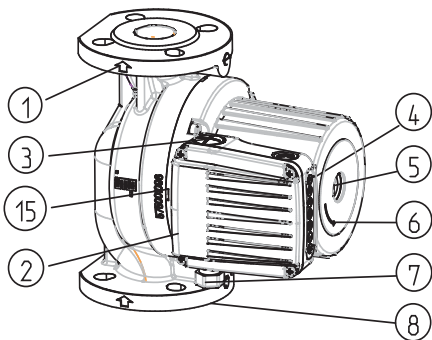
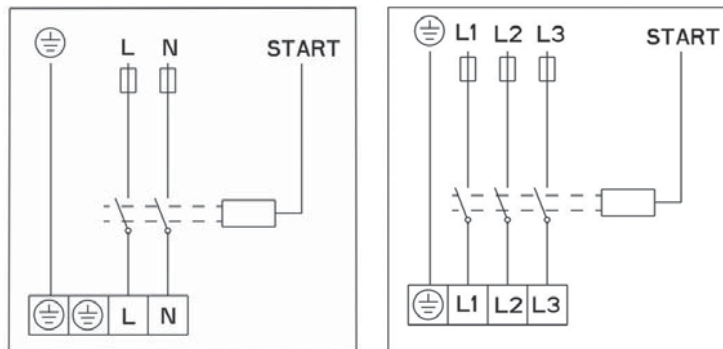

рис.2
рис. 4
- направление потока воды через насос должно соответствовать направлению стрелки на корпусе насоса (рис. 2- ПОЗ.1);
- необходимо использовать фланцы для подключения NP 6/10 (рис.2 – ПОЗ.8);
- насосы SCRF (basic, auto), имеют одинарный гидравлический корпус (рис..2 – ПОЗ.8);
Гидравлический корпус насоса допускается изолировать только до прорези между мотором и гидравлическим корпусом. Отверстия для отведения конденсата необходимо оставить открытыми для обеспечения вывода конденсата из статорного отсека, данные отверстия необходимо оставлять открытыми и в системах обогрева, когда выполняется только термоизоляция гидравлического корпуса (рисунок 2, 3, ПОЗ 15).
Провод подключения подключается через кабельный ввод M20 (рис.2 – ПОЗ.7).
Электрическое соединение насосов необходимо выполнить по соединительной схеме (рис. 4), которая отображена на нижней стороне крышки мотора. Перед этим необходимо отвинтить верхнюю крышку (рис.2 - ПОЗ. 2)
ротор работает в воде. Ротор установлен в специальных работающих на смазке водой подшипниках, поэтому перед вводом в эксплуатацию необходимо заполнить насос водой и откачать воздух. Для откачки воздуха из насоса необходимо удалить болт на обратной стороне электромотора (рис.2-ПОЗ.5) - воздух начнет выходить через прорезь между валом мотора и подшипником. После того как начнет вытекать вода, необходимо закрыть вентили со стороны всасывания и со стороны нагнетания и запустить насос. При вращении вала насоса в обратном направлении
Каждый насос способен работать в некотором диапазоне трёх гидравлических параметров. Для этого он оснащён встроенным электромотором с тремя скоростями вращения. Для достижения выбранных характеристик скорости ① ② ③ на насосе расположена кнопка (рис. 2, 4), с помощью которой можно изменять скорость.
Выключить насос; закрыть вентили со стороны нагнетания и со стороны всасывания; удалить болт для откачки воздуха; отверткой (рис.2-ПОЗ.5), которую необходимо установить в прорезь на валу, крутить вал до тех пор, пока он не начнет свободно вращаться. После этого необходимо установить болт для откачки воздуха на место. Аппарат не предназначен для использования лицами (включая детей) с ограниченными физическими, психическими или умственными способностями, а также лицами, не обладающими опытом или знаниями, кроме случаев, когда данные лица находятся под контролем или прошли обучение у специалиста, несущего ответственность за их безопасность.